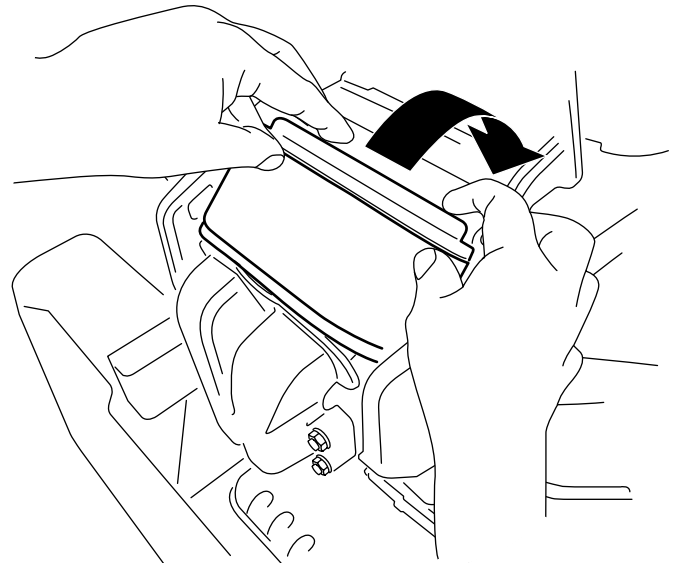

Figure 29
3. Tournez le filtre pour l'insérer dans la chambre et enfoncez-le complètement contre le collecteur (Figure 29).